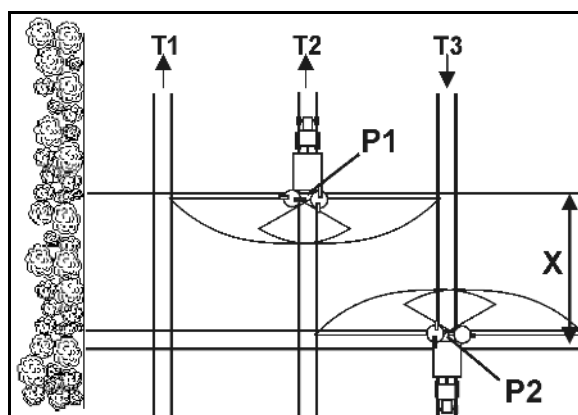

Рис. 81
- Відкрийте запірну заслінку при в'їзді на технологічну колію в точці Р1 (Рис. 81), якщо розкидні диски знаходяться на відстані Х від технологічної колії розворотної смуги.
- Закриття заслінки перед виїздом з технологічної колії в точці Р2 (Рис. 81), коли розкидні диски знаходяться на висоті першої технологічної колії розворотної смуги.